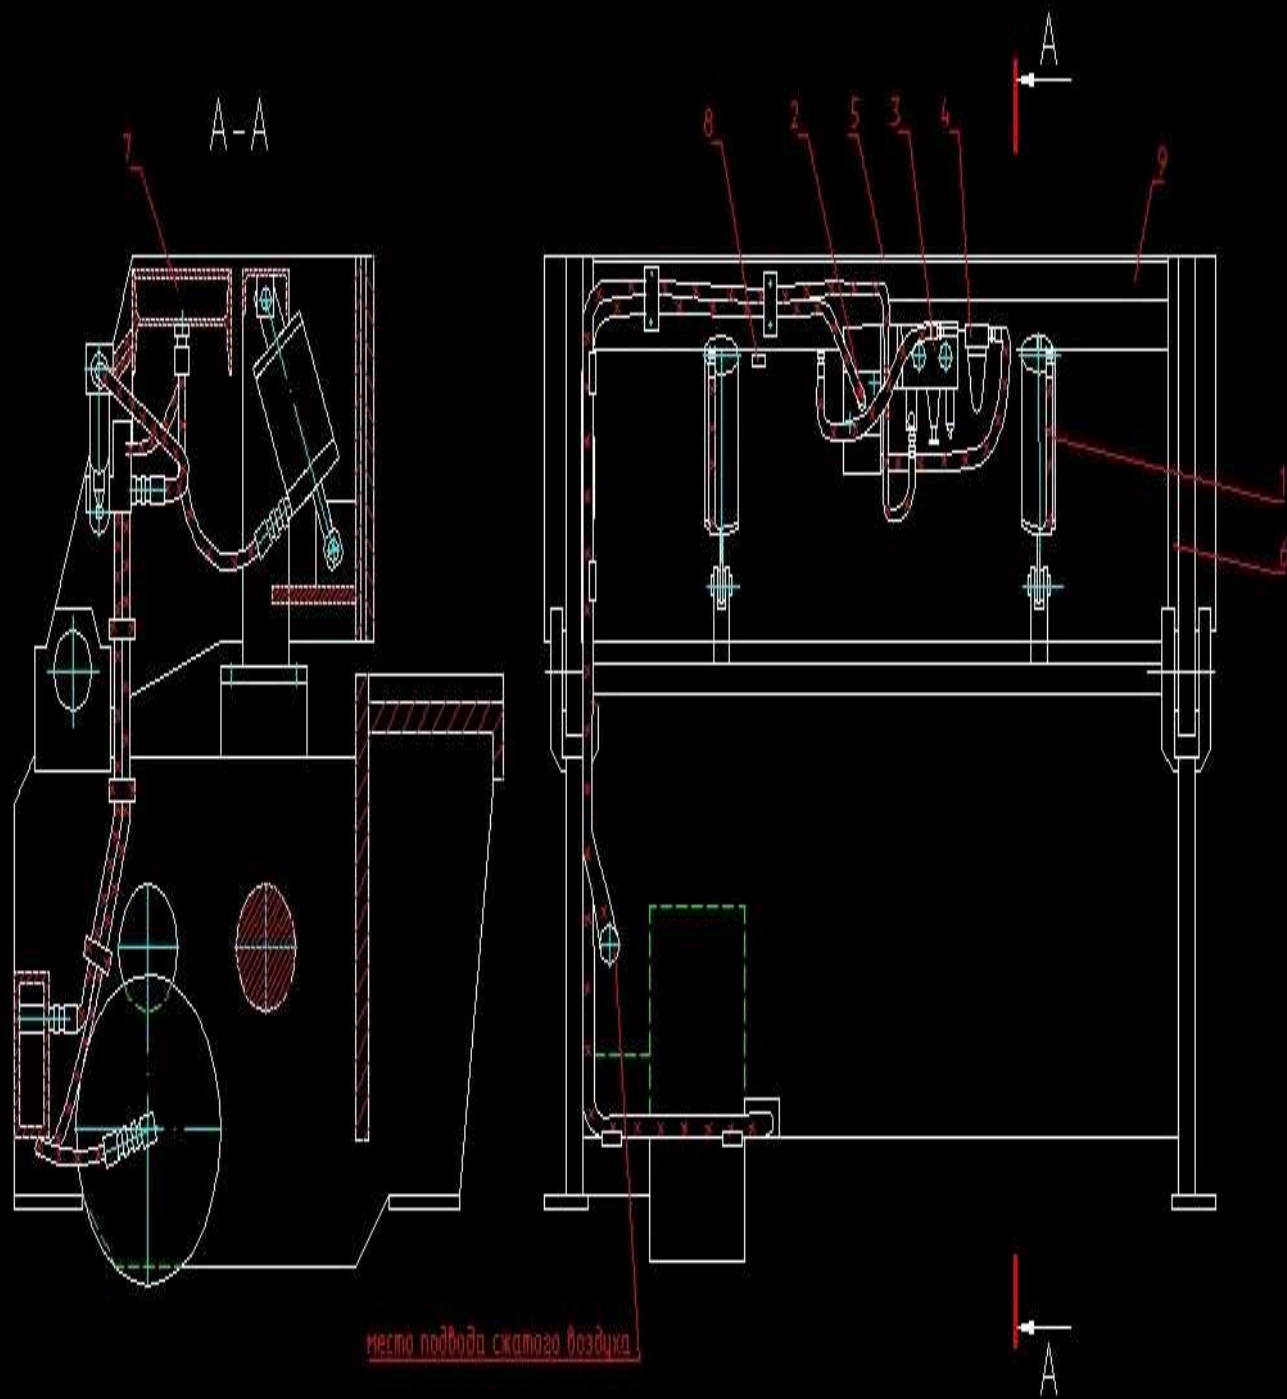

Рис.12 Пневмооборудование
1.5 Пневмооборудование (рис. 12)